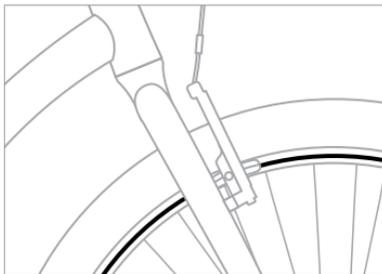

Figure 2.1. Indicateur d'usure de jante en aluminium.
- Une rainure de faible profondeur sur l'ensemble de la circonférence de la jante (Figure 2.1). Quand la rainure s'efface à n'importe quel endroit de la jante, remplacez la jante.